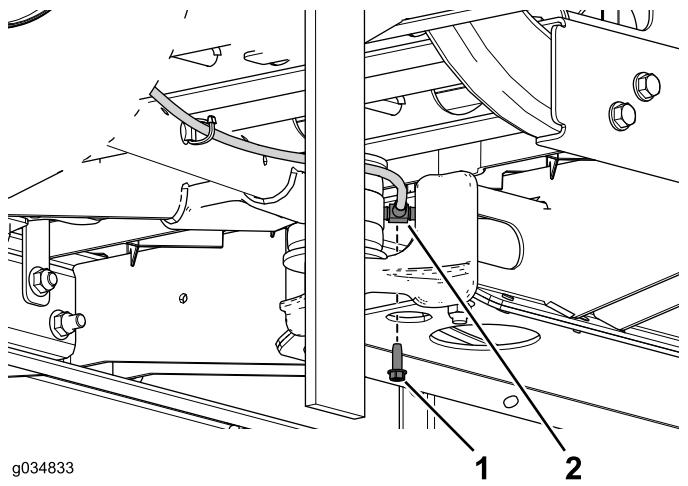

Bild 67
6. Entfernen Sie die Blechschraube, mit der das T-Anschlussstück am mittleren Kanal befestigt ist (Bild 67).